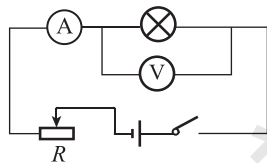

图 1-10 电路图
1. 你想知道小灯泡的电阻有多大吗？按照以下实验步骤完成如图 1-10 所示的实验。